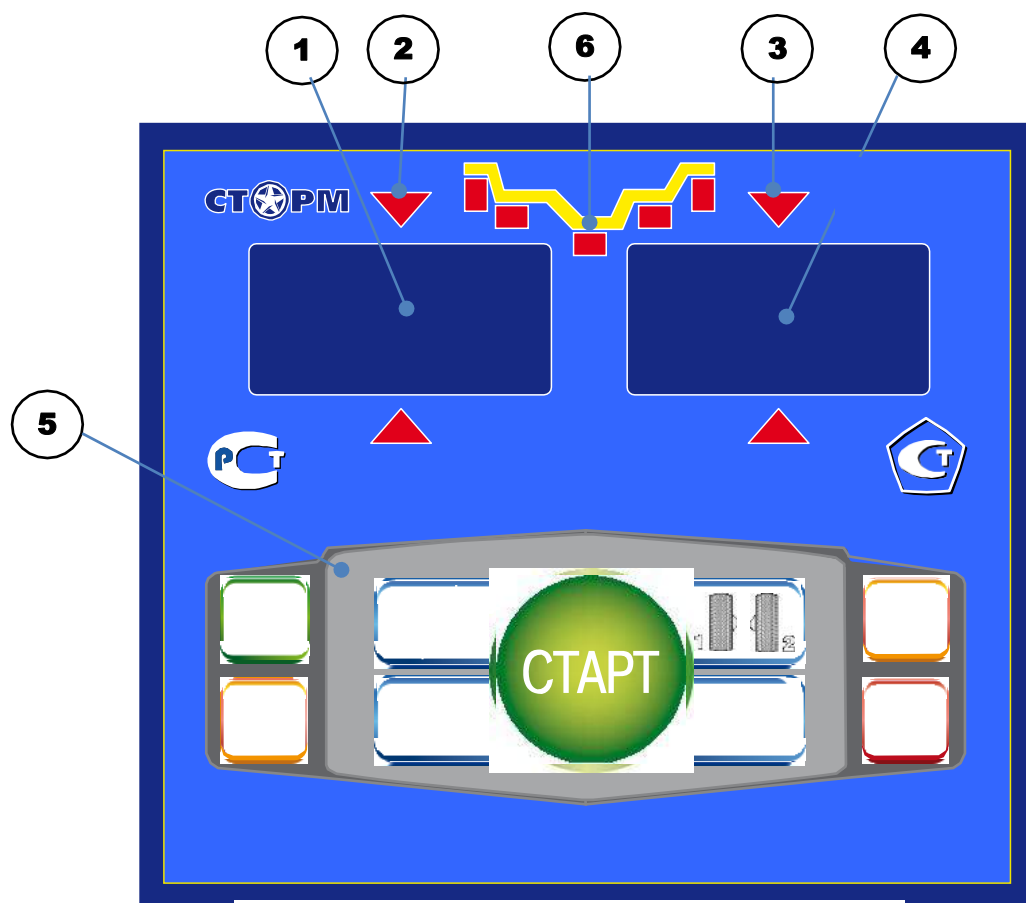

рис.8.1.
8.1. Общий вид лицевой панели показан на рис. 8.1.
При выдвижении штанги на индикаторах 1 (рис. 8.1) отображается значение параметра "А". Значение параметра "d" отображается на индикаторах 4.
Для ввода ширины нажмите кнопку "+" или "-" на индикаторах 1(рис.8.1) высветится "-b-", а на индикаторах 4 значение ширины диска. Через 2-3 сек после установки ширины индикаторы в режим отображения текущего дисбаланса.
Дважды нажать кнопку "A, d, b", после чего на индикаторах 1 (рис.8.1) загорается символ "А", а на индикаторах 4 исходная величина дистанции. Нажимая кнопки "-" и "+" установить на индикаторах 4 требуемую величину дистанции. Через 2-3 сек после установки дистанции показания на индикаторах 1 и 4 возвращаются к отображению текущего дисбаланса, а кнопки "-" и "+" возвращаются в режим ввода ширины обода.
11.1.Переключение схем ALU1-ALU5 осуществляется последовательным нажатием кнопки "ALU" при этом схема установки грузов отображается загоранием соответствующих светодиодов 6 (рис.8.1), кроме того, на индикаторах 1 отображаются символы ALU, а на индикаторах 4 номер 1-5. Через 2-3 сек. после установки требуемой программы ALU индикаторы 1-4 переходят в режим отображения дисбаланса.
Эта функция обеспечивается тем, что каждый раз при вводе новых геометрических параметров и установке требуемой программы ALU, предыдущее состояние запоминается. Для перехода от одного набора параметров к другому необходимо нажать кнопку "1-2". Визуальный контроль того, какие параметры установлены в данный момент, осуществляется нажатием "A, d, b" на индикаторах 4 (рис.8.1) будут последовательно отображены, установленные в данный момент диаметр и ширина обода и дистанция.
14.1. При включении тумблера питания СБ на индикаторах 1 (рис. 8.1) высвечивается трёхзначное число -номер версии программного обеспечения. Через 2-3 сек на индикаторах 1 и 4 должны загореться нули, кроме того должны загореться светодиоды 6, что свидетельствует о включении режима стандартной балансировки с установкой на обеих плоскостях коррекции грузиков на пружинках. На светодиодах 2 и 3 (рис. 8.1) должны загореться оба светодиода.
14.2. При включении СБ программа измерения дисбаланса настраивается таким образом, что дисбаланс менее 8 г (заводская установка) на любой плоскости коррекции не показывается, в этом случае на индикаторах 1 и 4 (рис. 8.1) высвечиваются "0". Минимальный дисбаланс отображающийся на индикаторах 1 и 4 равен 8г. Дисбаланс, превышающий 8г, округляется до величины кратной 5, т. е. дисбаланс 9, 10, 11 и 12 г отображается цифрой 10, дисбаланс 13, 14,15, 16 и 17 г - цифрой 15 и т. д. Для просмотра неокруглённого значения дисбаланса или дисбаланса менее 8г. необходимо нажать кнопку "<", при этом на индикаторах 1 и 4 на 2-3 сек высвечиваются фактические значения дисбаланса, определённые в данном запуске.
14.5.1. Поднимите защитный кожух. Вручную поворачивайте колесо в направлении, которое показывают светодиоды 2 и 3 (рис. 8.1.) до тех пор, пока не загорятся оба светодиода и начнут мигать вместе с значением массы корректирующих грузов.